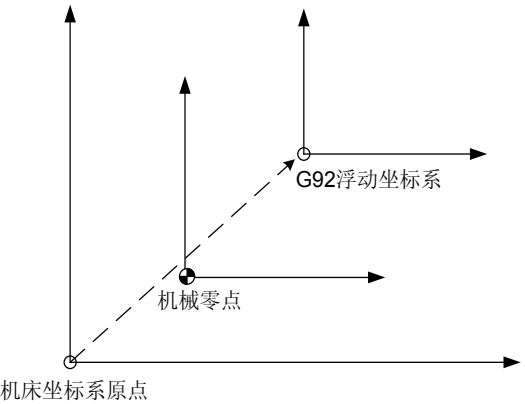

图 3-2-11-1
- 1、如图 3-2-11-1 所示，G92 浮动坐标系对应的原点为机床坐标系下的值，与工件坐标系没有关系，是在机床回机械零点后才能建立的。